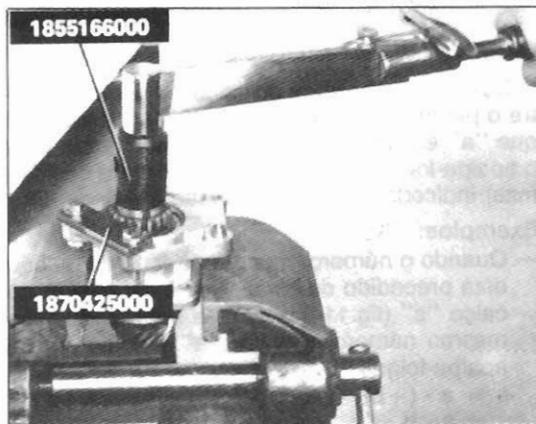
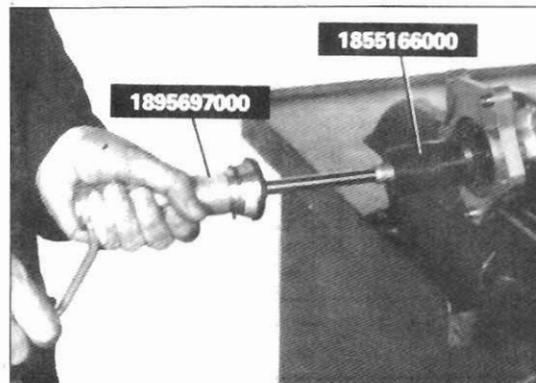

Fig.115 — Imobilização do pinhão e aperto da porca
Fig.116 — Medição do binário de rotação
Imobilizar o pinhão com o auxílio da ferramenta específica "ref. 187 042 5000" (fig.115).
Apertar a porca a um momento compreendido entre 23 e 32 m.da N (fig.115) até à obtenção de um binário de rotação compreendida entre 0,08 e 0,12 m.da N (fig.116).